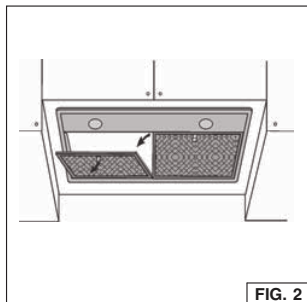

FIG. 2
1. Enlever les filtres à graisse: poussez sur la languette du verrou métallique. Faites basculer les filtres vers le bas et les retirer (Fig. 2).
Pour enlever les filtres à graisse poussez sur la languette du verrou métallique. Faites basculer les filtres vers le bas et les retirer (Fig.2).
- Otez le filtre à graisse: poussez sur la languette du verrou métallique. Faites basculer les filtres vers le bas et les retirer (Fig. 2).